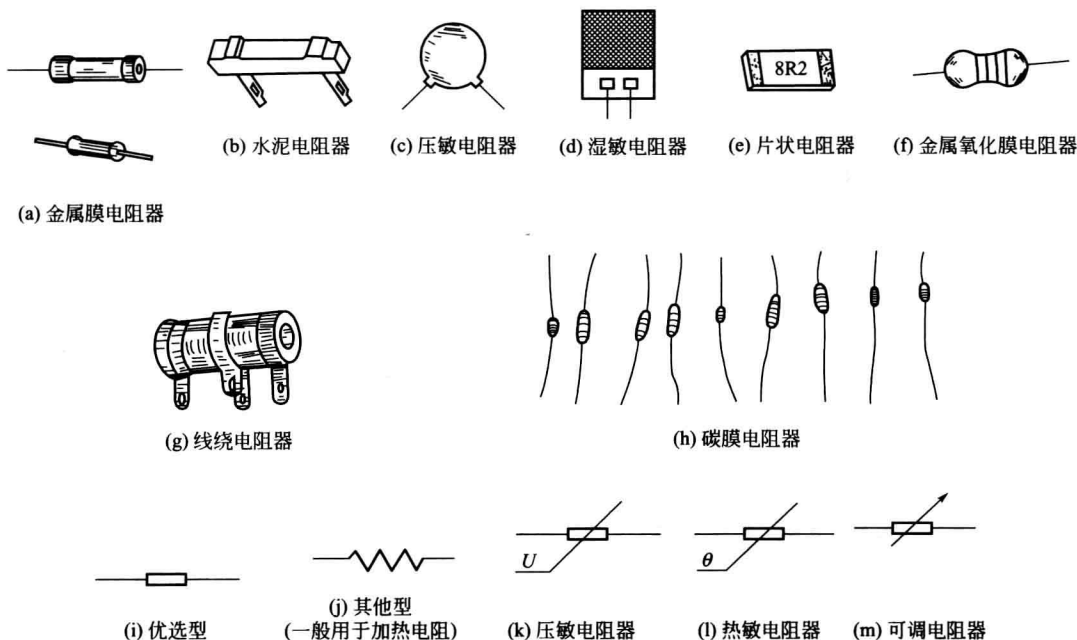

图 2-1 常见电阻器元件的外形及电路符号
① 电阻器的分类 实际应用中的电阻是元件,分类如下。
② 常见电阻器元件的外形及电路符号如图 2-1 所示。